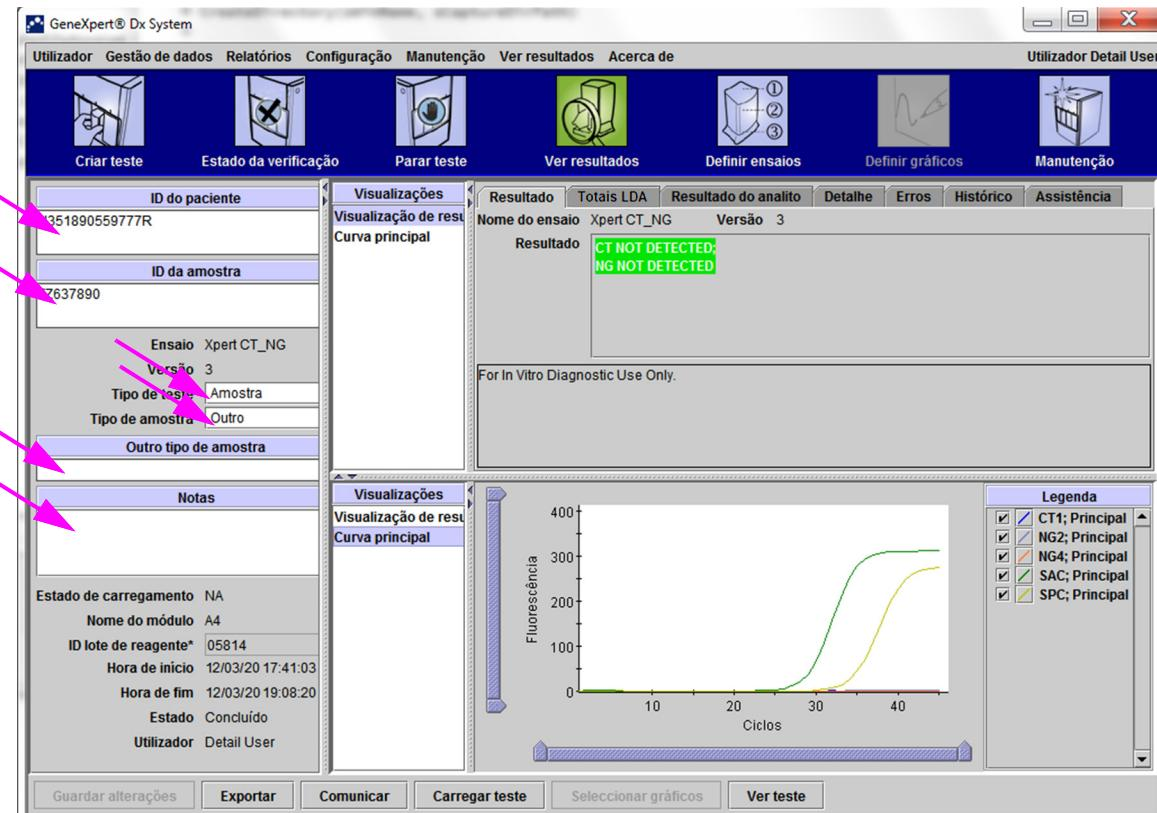

Figura 5-47. Janela Ver Resultados do GeneXpert Dx (vista de utilizadores Detalhe e Administrador)
Para cada teste, é possível editar a ID do paciente e a ID 2 do paciente (se estiverem activadas), a ID da amostra, o tipo de teste, o tipo de amostra, outro tipo de amostra e as notas. Para tal, na janela Ver resultados (consulte a figura 5-47), edite a ID da amostra, o tipo de teste, o tipo de amostra, outro tipo de amostra e as notas (consulte a figura 5-47). As ID da amostra não podem incluir os seguintes caracteres: | @ ^ ~ & / : * ? " < > ' \$ % ! ; () - .
1. Na janela GeneXpert Dx System, clique em **Ver resultados** na barra de menus. É apresentado o separador **Resultado**. Consulte a figura 5-47.